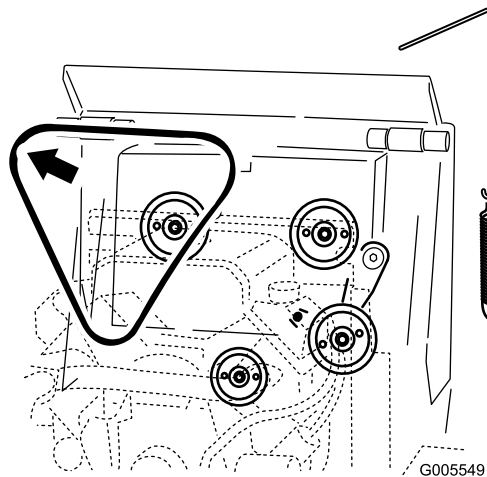

Figure 52
5. Enlevez la courroie des 3 poulies (Figure 52).